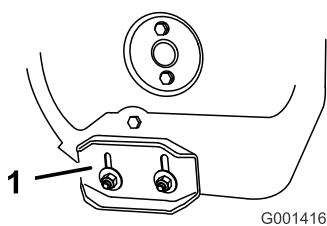

Figure 45
- Desserrez les écrous de fixation des deux patins aux côtés de la vis sans fin jusqu'à ce que les patins puissent coulisser aisément vers le haut et vers le bas (Figure 45).